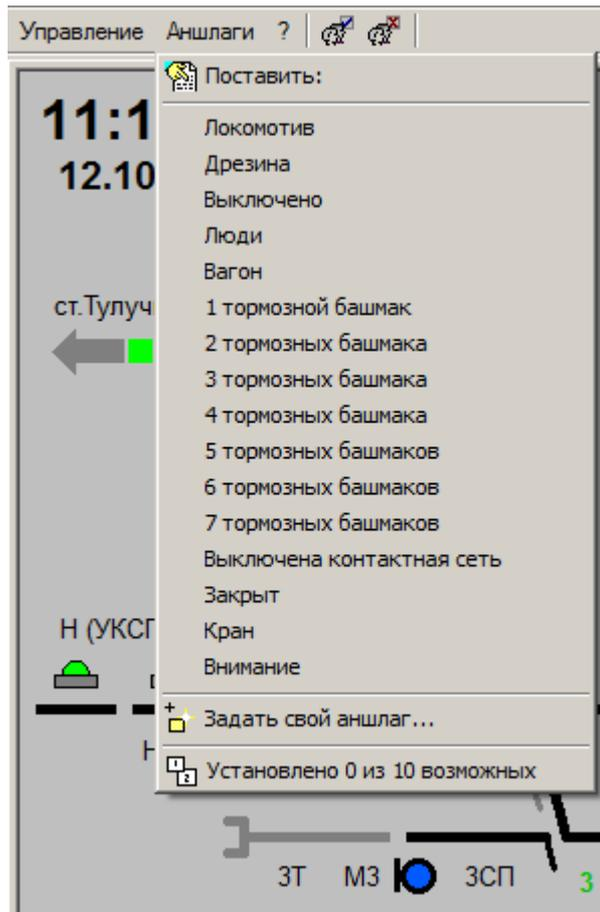
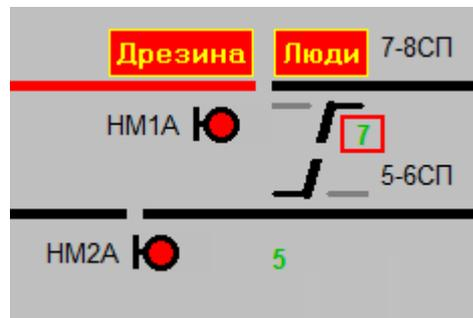

Рисунок 3.3 – Пункт главного меню «Аншлаги»
Рисунок 3.4 – Пример выставленных аншлагов
Данный пункт (рисунок 3.3) предоставляет доступ к командам создания информационных аншлагов – условно-графических изображений (УГИ) в виде прямоугольных красных табличек с желтым текстом внутри (рисунок 3.4).
- 1) в выпадающем списке главного меню «Аншлаги» (рисунок 3.3) выбрать готовый текст, который будет отображаться внутри таблички аншлага («Локомотив», «Дрезина», «Вагон», «Внимание» и т.д.);
В самом низу выпадающего списка меню «Аншлаг» отображается информация об общем количестве аншлагов, которые можно установить на мнемосхеме станции, а также количество уже установленных аншлагов (см. рисунок 3.3).